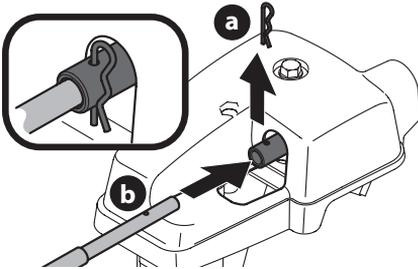

Figure 29
- Retirez la goupille fendue (a) à l'arrière de la tête de commande de la goulotte. Voir Figure 29.
- Insérez l'arbre flexible (b) dans la partie arrière de la tête de commande de la goulotte et retenez-le avec la goupille fendue (a) retirée à l'étape 4. Voir Figure 29.